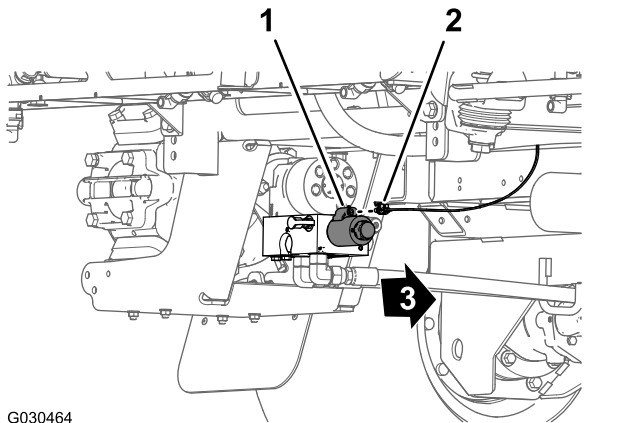

**Figura 135**
2. Nella parte posteriore della macchina (tra il tubo del telaio di destra e il parafrangente di destra), collegate il connettore a 3 pin del cablaggio del sensore di velocità nel motore idraulico della trazione di destra al connettore a 3 prese (non contrassegnato) del cablaggio principale posteriore (Figura 135).